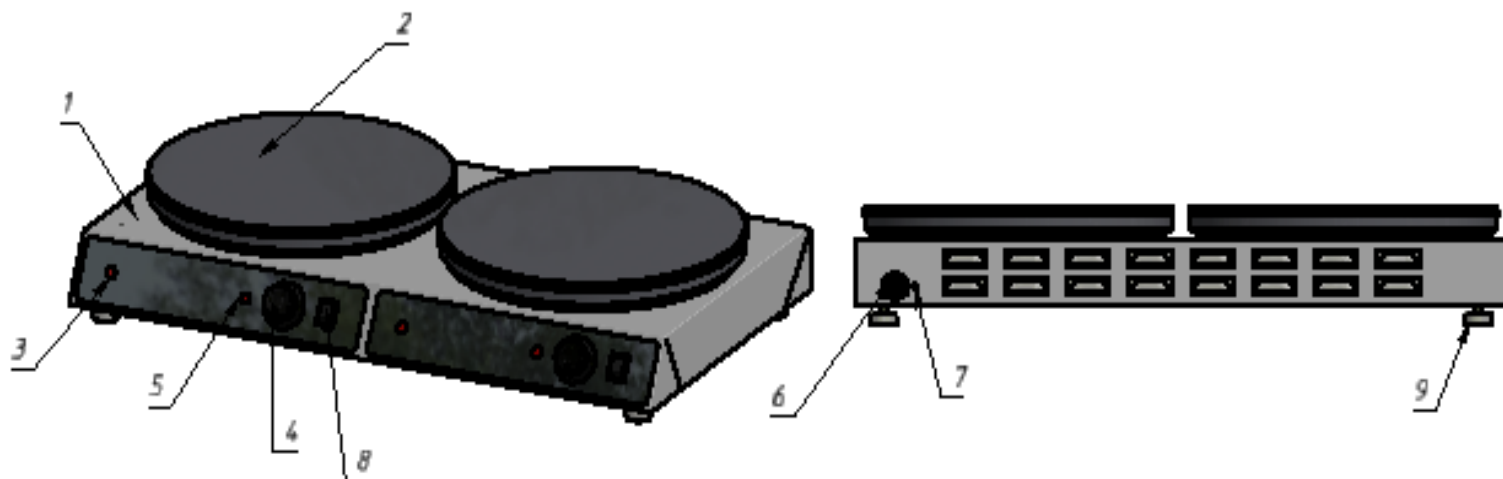

Рис. 1
6.1. Блинница электрическая представлена на рис.1. Основные части изделия перечислены в таблице 3.
- 7.4. Оборудование должно устанавливаться в хорошо проветриваемом помещении. Выравнивание поверхности блинницы производится регулировкой высоты ножек (поз.9, рис.1).
- 7.5. Оборудование следует установить с соблюдением ГОСТ 12.2.124-90 «Оборудование продовольственное. Общие требования безопасности». Присоединить заземление корпуса плиты к заземляющему контуру помещения согласно ГОСТ 27570.0-87 с помощью шпильки заземления (поз. 7, рис.1).
- 8.2. Включить кнопку включения питания (поз. 8, рис. 1). Для осуществления нагрева блинницы повернуть ручку терморегулятора (поз. 4, рис.1) и выставить требуемую температуру. О нагреве ТЭНа свидетельствует сигнальный индикатор (поз. 5, рис. 1). После достижения выставленной температуры сигнальный индикатор гаснет.